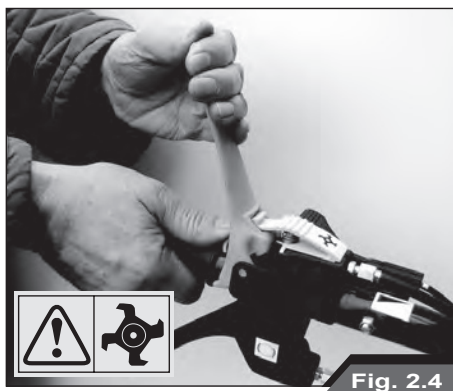

Fig. 2.4
- La palanca de embrague rotor cuchillas siempre se debe accionar con las dos manos. Desenganche el acople de seguridad de la palanca de embrague rotor cuchillas como se ilustra. (Fig. 2.4).